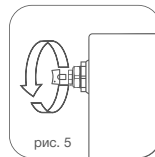

рис. 5
- 8.4. Для удаления воздуха из радиатора в верхний коллектор обязательно установка крана Маевского* или автоматического воздухоотводчика. Для удаления воздуха через кран Маевского необходимо периодически (несколько раз в год) вручную стравливать его с помощью специального ключа* (рис. 5)